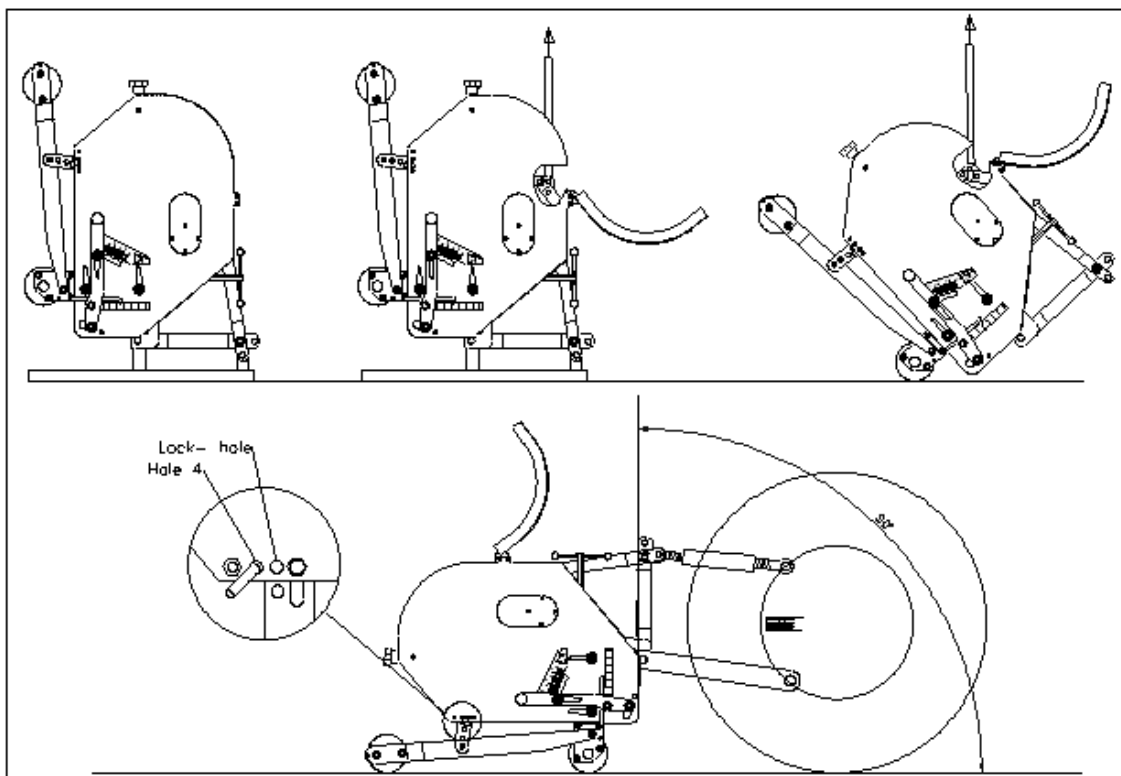

Fig. 1
Maskinen står vertikalt på pallen. For at fjerne pallen og få maskinen horisontalt ned på jorden, skal du gøre som følger (se fig. 1):
- @ Hvis VERTI-DRAIN ikke er korrekt monteret bag traktoren, se fig. 1., kan forskellige raftudtagsvinkler medføre vibrationer i maskinens drivsystem. Disse vibrationer kan beskadige maskinen og hullerne i jorden.